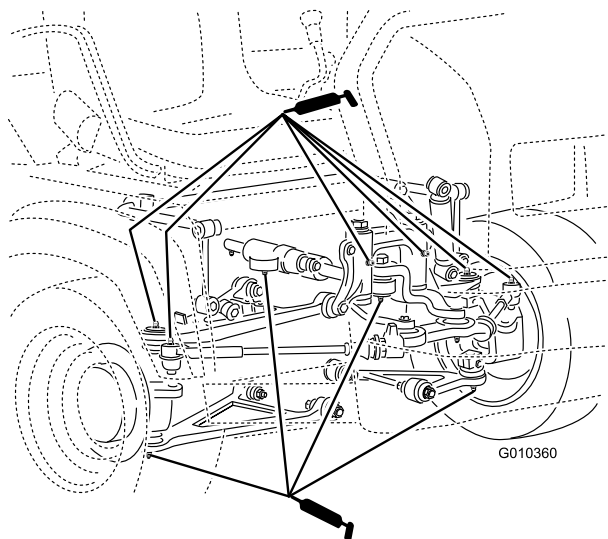

図 36
- ・ ボールジョイント（4）、タイロッド（2）、ピボットマウント（2）、ステアリングシリンダ（2）（図 36）